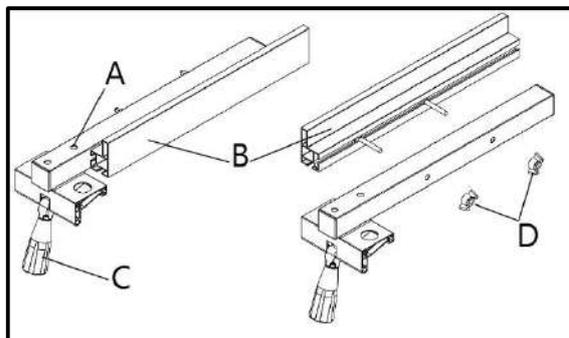

Рисунок 22.
- Ослабьте и снимите две ручки. D (рис. 22)
Параллельность упора и боковой поверхности пильного полотна можно настроить, регулировочными винтами А (рис. 22).